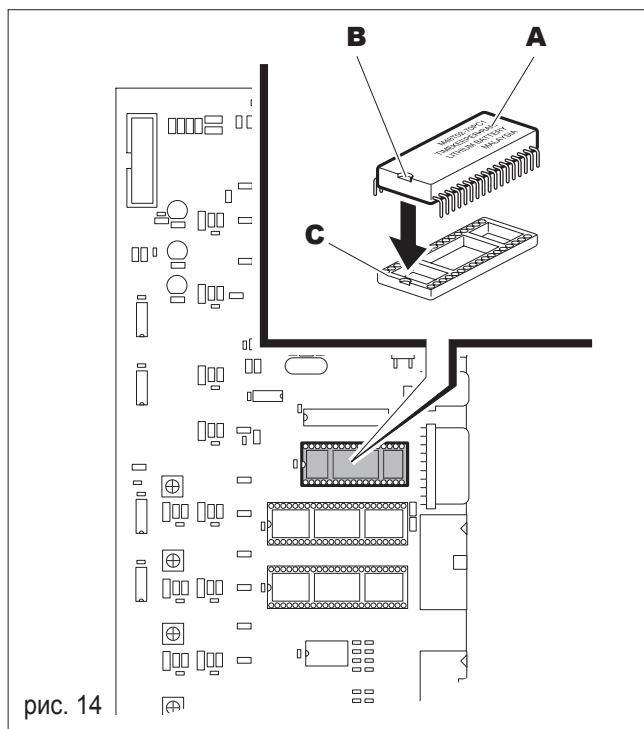

рис. 14
- вставьте модуль (А, рис. 14) на электронную плату.
Вставляйте таймер таким образом, чтобы метка (В, рис. 14) на нем совпадала с такой же меткой (С, рис. 14), расположенной на разъеме для нее на электронной плате.
При установке таймера (А, рис. 14) пункты меню, содержащие функции "БЕСПЛАТНО", переносятся в меню "НАСТРОЙКИ-ВРЕМЯ".
При установке таймера (А, рис. 14) меню "СЧЕТЧИК" будет содержаться в меню "СТАТИСТИКА".